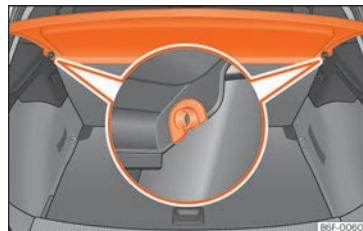

Abb. 126 Im Gepäckraum: Gepäckraumabdeckung aus- und einbauen.
- Drücken Sie die Abdeckung aus den Seitenhalterungen »» Abb. 126 aus, indem Sie diese nach oben ziehen und herausnehmen.
- Führen Sie die Abdeckung horizontal ein, so dass das „Hufeisen“ über den Achsen der Halter »» **Abb. 126** liegt und drücken Sie die Abdeckung nach unten, bis sie einrastet.